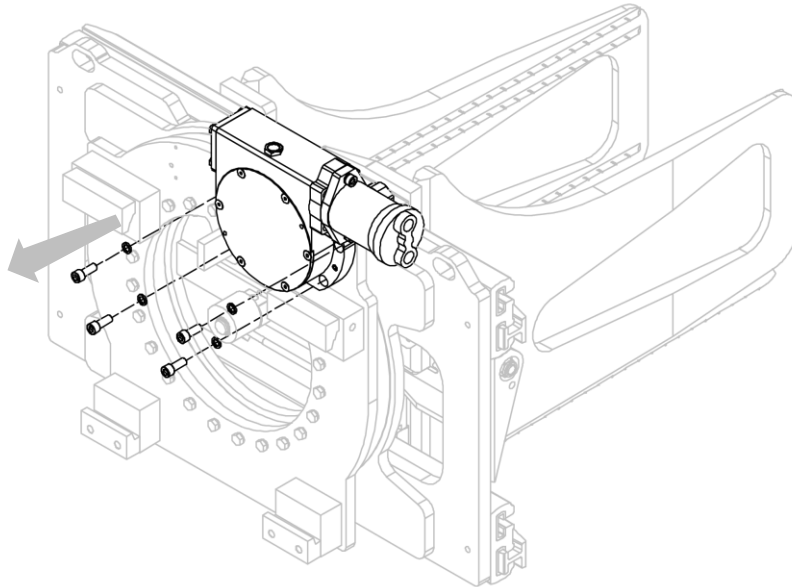

Figura 34
3. Retire el par motoreductor de la estructura del implemento, después de quitar los tornillos correspondientes (mira *Figura 34*).